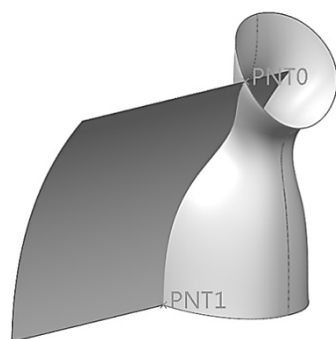

图 7-52 蒸脸器侧面参考线基准点
(2) 单击 按钮，按住 Ctrl 键，依次点选上面步骤的“拉伸 1”曲面和“相交 1”、“草绘 3”，求得参考基准点 PNT0 和 PNT1，如图 7-52 所示。